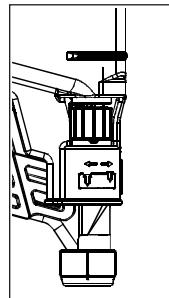

Рисунок 5
■ Регулировка глубины забивания крепежа у гвоздезабивного пистолета CN-90 KIRK осуществляется при помощи регулировочного колеса. На корпусе инструмента можно обнаружить следующее обозначение:  Данный символ указывает, в каком направлении вы должны повернуть регулировочное колесо, чтобы уменьшить или увеличить глубину забивки гвоздя. Для регулировки глубины забивки гвоздя поверните регулировочное колесо (A) в нужном направлении (рис. 5).